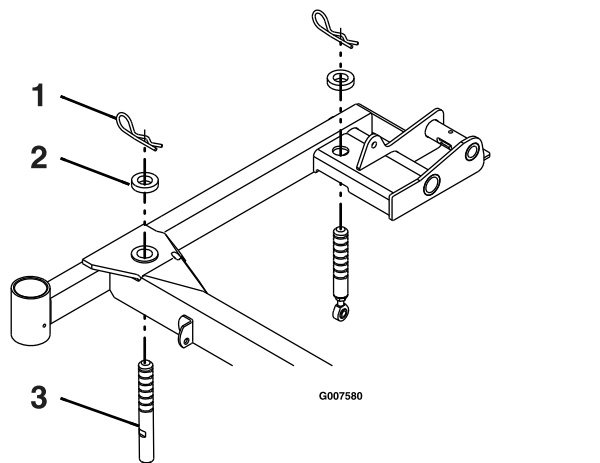

Figure 60
3. Vérifiez que toutes les goupilles fendues sont insérées dans les trous de hauteur de coupe de 7,62 cm (3 po) et que des entretoises sont placées dessous (Figure 60).
4. Raccourcissez/allongez chaque goupille de support de tablier pour obtenir une hauteur à la pointe de la lame de 7,62 cm (3 po) à l'avant du tablier et de 8,26 cm (3,25 po) à l'arrière du tablier (Figure 60).